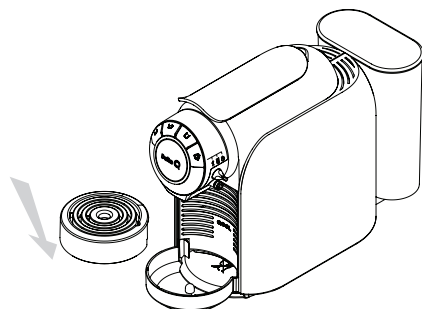

Fig. 12: Baixe a bandeja para apoio de chávenas.
- Baixe a bandeja para apoio de chávenas (ver **Fig. 12**). Coloque uma chávena (com capacidade superior a 180cc) em cima da bandeja de chávenas e por baixo do bico de extracção (ver **Fig. 13**).